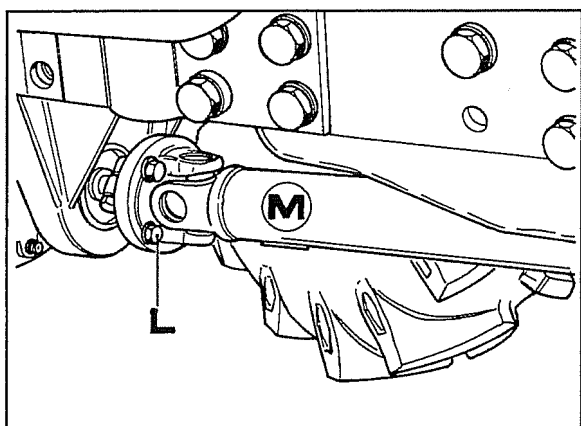

Fig. 17
17. Desligar o eixo **M** da tracção dupla através dos parafusos **L** fig. 17, puxa-lo para a frente para o retirar.